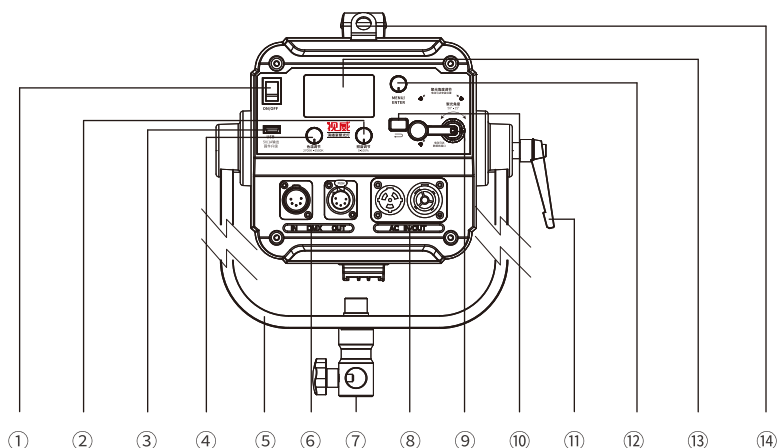

图4 后视图(手动调焦版)
在该工作模式下，用户可以通过图4 ②/④所示参数调节旋钮分别设定“色温”、“亮度”参数，该显示界面还同时显示DMX的开/关状态、FAN的工作状态以及当前的光源温度等信息。